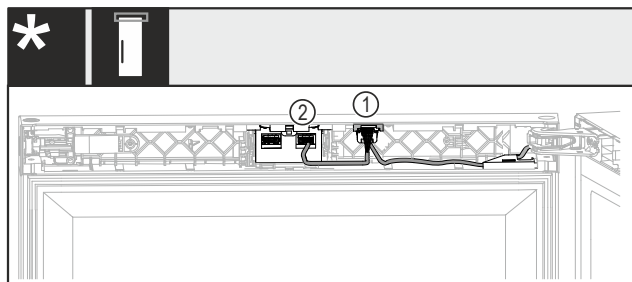

Fig. 46 Без ключалка или с механична ключалка*
- ▶ Вкарайте щекера с двата кабела Fig. 46 (1) във водача.*
- ▶ Фиксирайте щекера с кабел Fig. 46 (2) в дясното гнездо.*